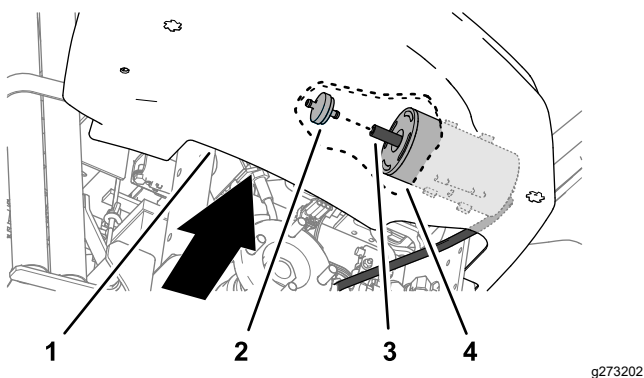

图 31
4. 将手伸到控制台下方、内边缘处把碳罐过滤器从碳罐末端的软管向后拉出图 31。
5. 将新的碳罐过滤器插入碳罐末端的软管图 31。